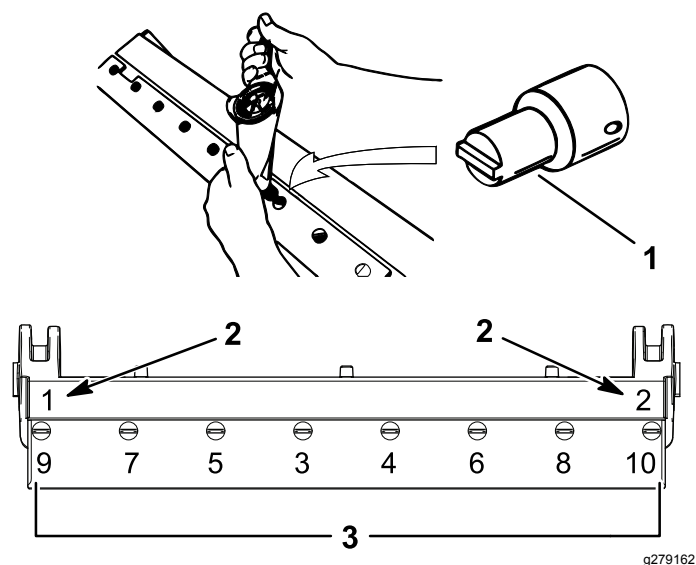

Figura 34
- A. Aperte os dois parafusos exteriores com 1 N·m; consulte a Figura 34.
- B. Trabalhando a partir do centro da lâmina, aperte os parafusos com 23 a 28 N·m; consulte a Figura 34.